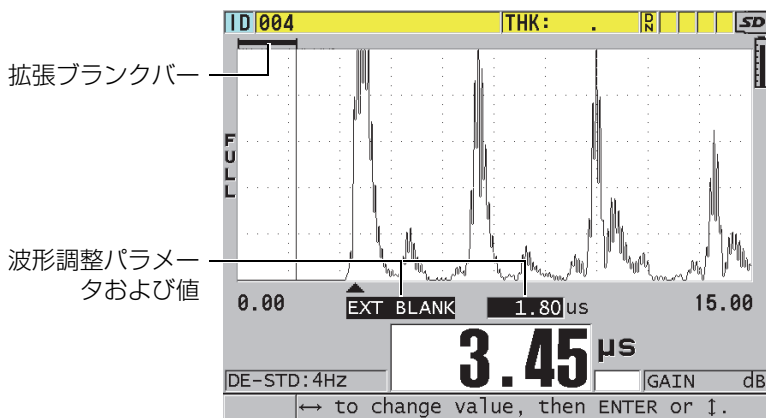

図 10-2 拡張ブランクの長さの調整
1. [波形調整] を押します。波形調整パラメータとその値が測定画面に表示されます（148 ページの図 10-2 参照）。
3. [▶] キーまたは [◀] キーを使用して、初期期間に不要なエコーを検出しなくなるまで、ブランク値をそれぞれ増加または減少させます。波形表示の真上にある拡張ブランクの水平バーは、拡張ブランクの長さを示します（148 ページの図 10-2 参照）。